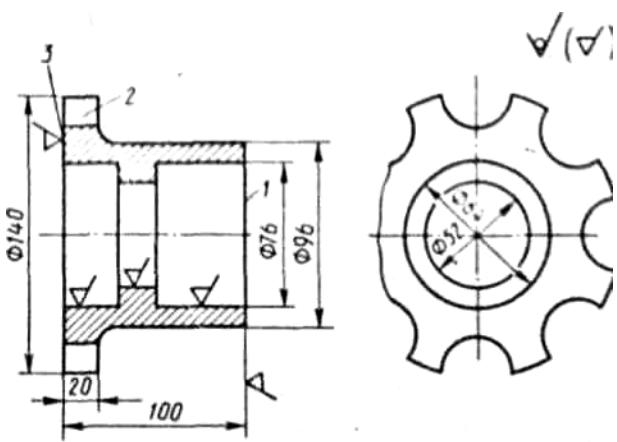

Рис. 10
2. По эскизу детали (рис. 10) разработайте эскизы элементов литейной формы, модельных плит, стержневого ящика и собранной литейной формы (в разрезе). Опишите последовательность изготовления формы одним из методов машинной формовки. Материал детали - чугун СЧ20.